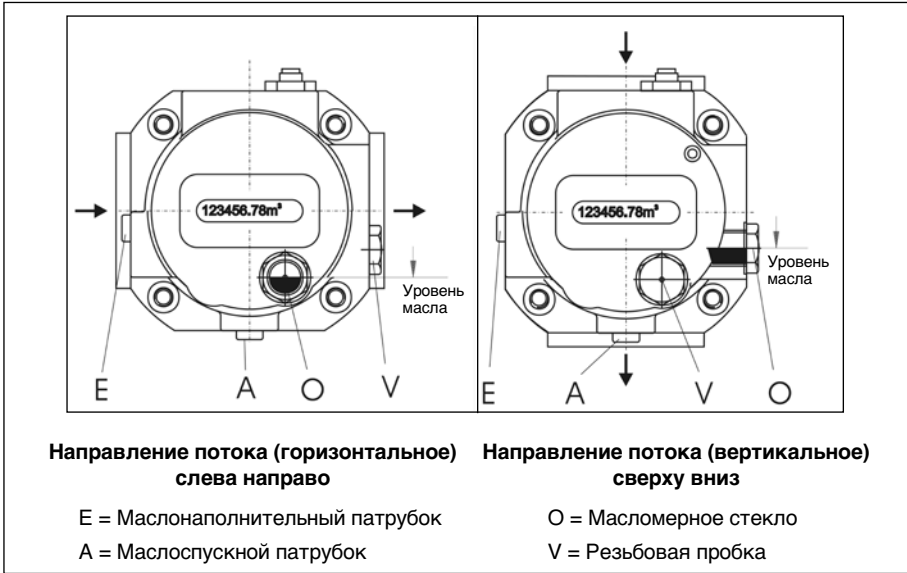

Рис. 7: Горизонтальное и вертикальное положения встраивания, наполнение масла и индикация уровня масла в счетчике **типа RVG-ST**
- При **горизонтальном направлении потока** имеется два отверстия для наполнения масла E или V. Спускное отверстие A находится на самой низкой точке. Масломерное стекло O находится на передней стороне счетчика под счетным механизмом (рис. 7 слева).
- При **вертикальном направлении потока** можно использовать только маслonaполнительное отверстие E. Спускное отверстие A находится на самой низкой точке. Теперь масломерное стекло расположено справа на передней крышке корпуса (рис. 7 справа).